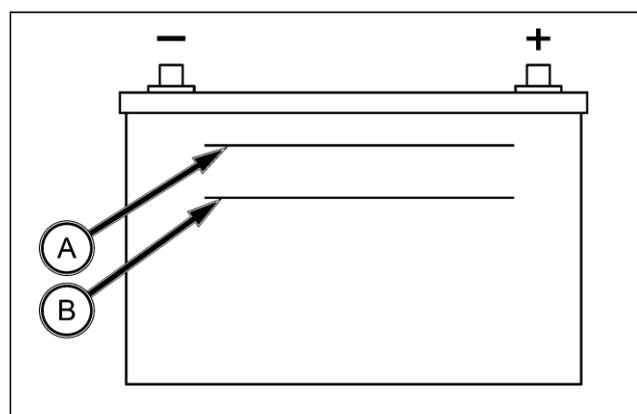

FIG. 5-26
FIG. 5-26: Hay que comprobar el electrolito de la batería. Asegúrese de que el nivel del electrolito está situado entre la marca superior (A) y la inferior (B). Cuando el nivel esté próximo al límite inferior, complételo con agua destilada.